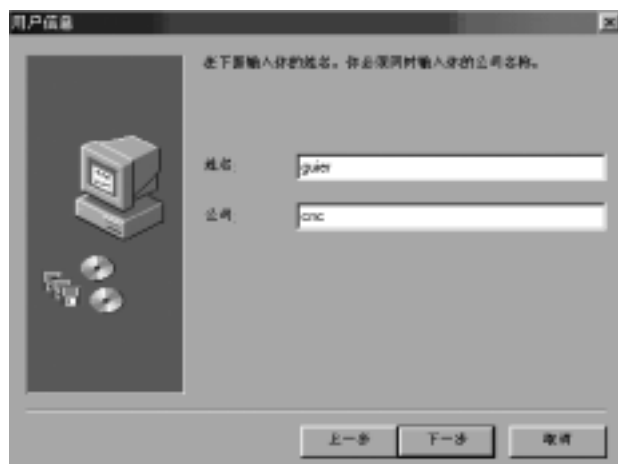

图 6
6.1.2 如图 6，用户可以在此对话框中设置用户名，公司名称。单击“下一步”按钮，进入安装程序的下一步，单击“上一步”按钮，返回到安装程序的上一步。